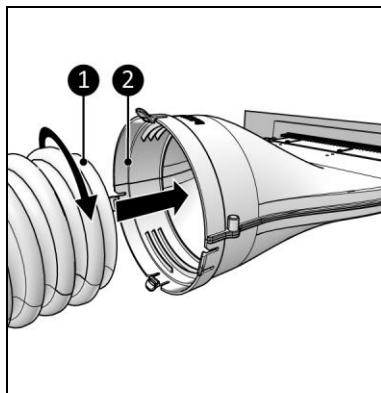

Figure 8
- Avec un système à rotation, pour un tuyau sans collier (Figure 8, pos. 1).
1. Insérez le tuyau de climatisation (Figure 8, pos. 1) dans la partie principale (Figure 8, pos. 2) et serrez.